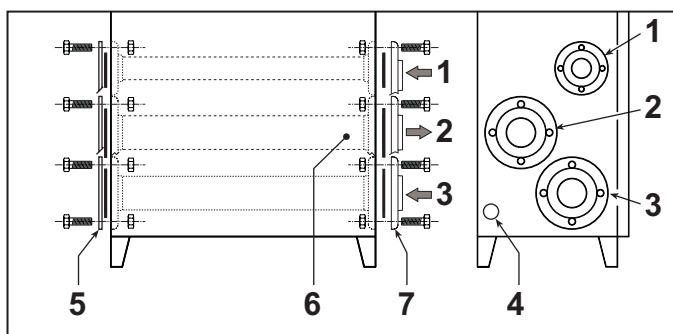
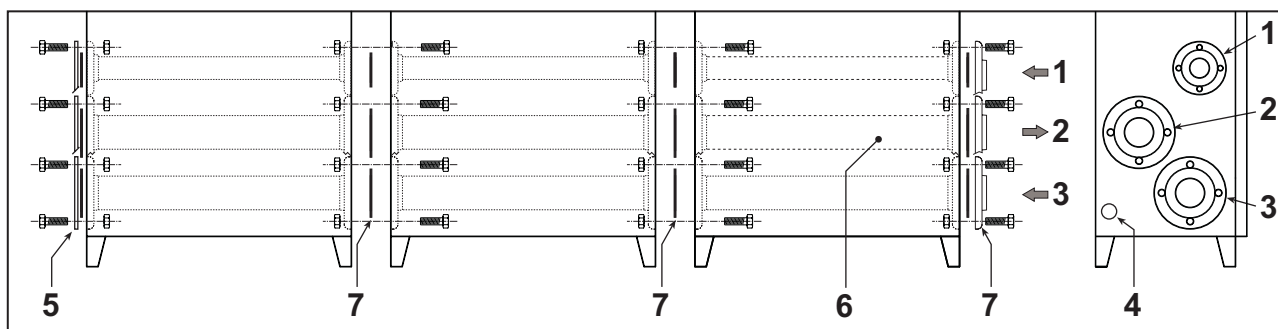

fig. 16
fig. 17
Per il collegamento del singolo modulo - fig. 16
Per il collegamento di più moduli in cascata - fig. 17
- Sull'ultimo modulo montare al termine le flange cieche, interponendovi le apposite guarnizioni (fig. 16 e fig. 17).